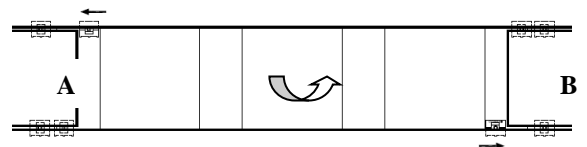

Figure 1'
1. Dévisser les clips COBRA® qui fixaient la lame à retourner/remplacer (y compris les clips de jonction avec les lame A et B) et les coulisser dans les rainures des lames A et B (**Figure 1'**)